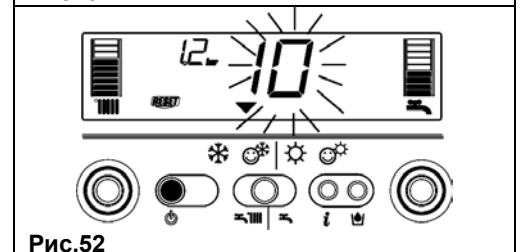

Рис.52
2) Отображается только символ (рис. 52)